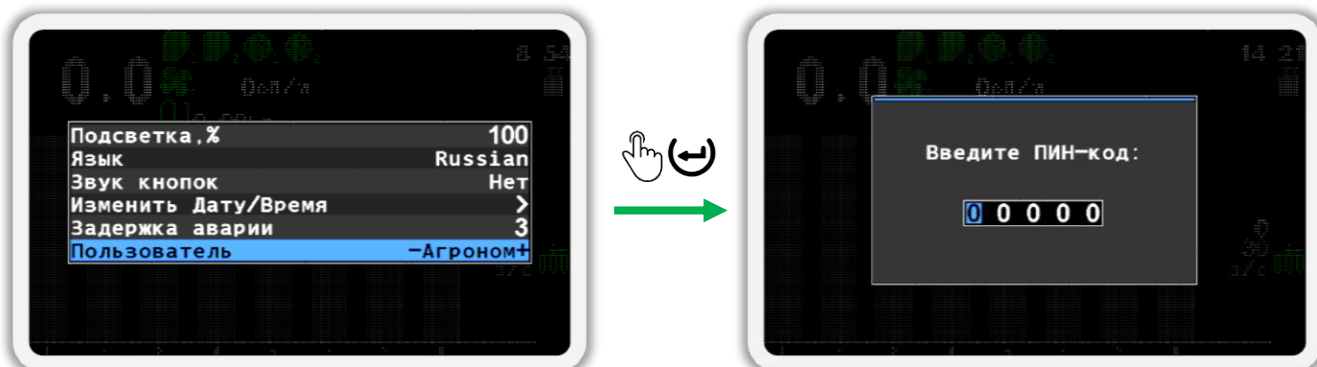

Рисунок 28
3. Теперь выберите пользователя «Агроном» (см. Рисунок 28 слева). Для этого используйте кнопки  «Плюс» и  «Минус».
5. В появившемся окне (см. Рисунок 28 справа) введите ПИН-код «88888». Цифра, значение которой можно изменять, отображается черным цветом на синем фоне. Для изменения её значения